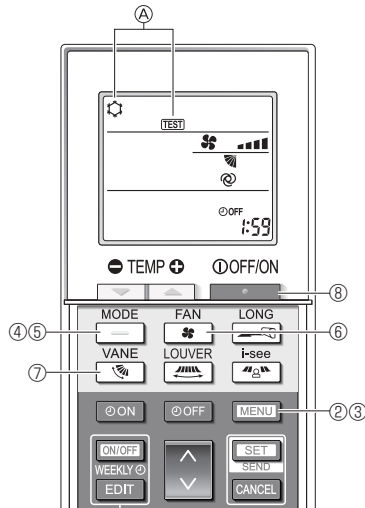

Fig. 7-8
- ① Active la unidad al menos 12 horas antes de realizar una prueba de funcionamiento.
- ② Pulse el botón **MENU** durante 5 segundos. (Fig. 7-8)
- ③ Pulse el botón **MENU**.
En pantalla se visualiza ④ [TEST] (PRUEBA) y el modo actual de funcionamiento. (Fig. 7-8)
- ④ Pulse el botón **MODE** para activar el modo de refrigeración, y compruebe si sale aire frío de la unidad.
- ⑤ Pulse el botón **FAN** para activar el modo de calefacción, y compruebe si sale aire caliente de la unidad.
- ⑥ Pulse el botón **LONG** y compruebe si cambia la velocidad del ventilador.
- ⑦ Pulse el botón **i-see** y compruebe que el sistema automático de desviación del aire funciona correctamente.
- ⑧ Pulse el botón **OFF/ON** para detener la prueba de funcionamiento.